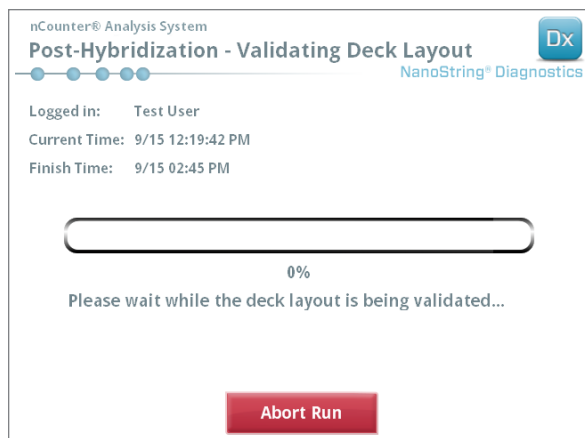

FIGURA 5.26: schermata di post ibridazione e convalida del piano
- b. La Prep Station nCounter controlla ora che tutti i materiali di consumo e i reagenti siano stati posizionati correttamente sul piano (FIGURA 5.26). Per eseguire questa operazione, la stazione di preparazione verifica che i sensori della cartuccia per campioni, la struttura degli elettrodi e il coperchio del riscaldatore siano tutti nello stato corretto. La testa di pipettaggio controlla quindi che i puntali, le guaine dei puntali, le strisce di provette e le piastre reagenti siano presenti toccandole con una serie di puntali di convalida. Non allarmarsi se la Prep Station tocca i materiali di consumo; questa operazione fa parte del normale funzionamento. Se la Prep Station identifica materiali di consumo non correttamente posizionati, avvisa l'utente di correggere la configurazione.